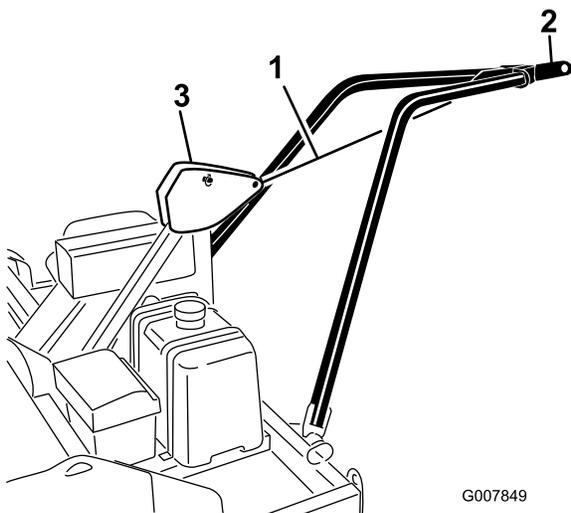

図 12
2. 牽引アームを持ち上げておき、積荷固定用のロープなどを使って、牽引アームのヒッチプレートフレームヒッチのピボットに固定する図 12。